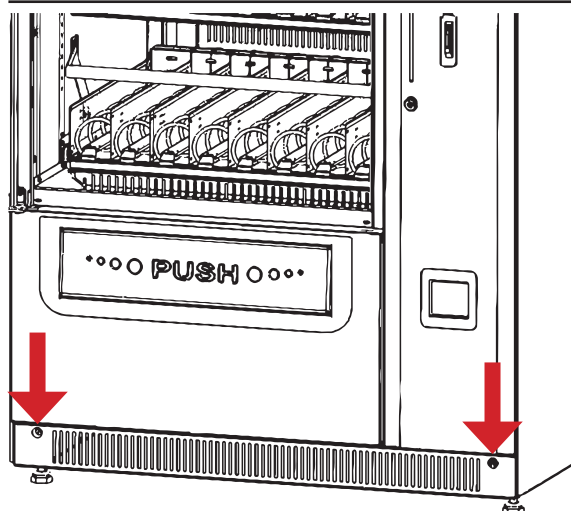

Рисунок 14 - Снятие вентиляционного кожуха
5. снимите лоток выдачи товара (см.рис.14...16) следующим способом :
16. установите и закрепите вентиляционный кожух, затянув крепёжные винты (см.рис.14).